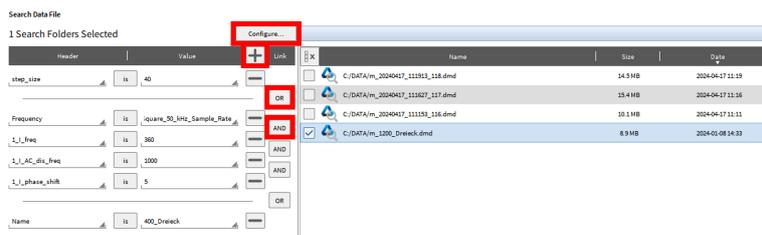
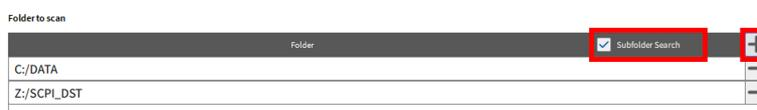

Abb. 3.16: Suche Dateien Filter Optionen
Abb. 3.17: Konfiguriere Ordner und optional Unterordner für die Dateisuche
7. Der „Suche Dateien...“-Button öffnet ein Dialogfenster mit AND, OR Bedingungen. Diese Bedingungen können nicht verschachtelt werden. Um von AND auf OR zu wechseln, kann einfach auf AND geklickt werden (siehe Abb. 3.16).
- Drücken Sie „Konfigurieren...“ (siehe Abb. 3.16), um weitere Ordner für die Dateisuche auszuwählen und etwaige Unterordner in die Suche einzubinden (siehe Abb. 3.17).